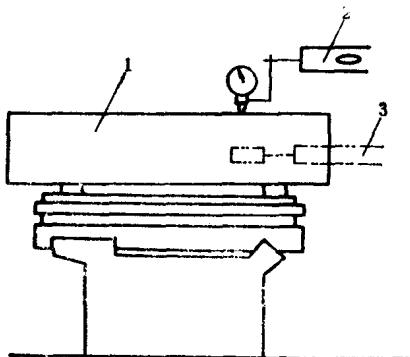

图 1-6
7. 检验主轴移动的直线度误差 在工作台上放一个专用平尺，把千分表固定在主轴上，测头压住尺面，见图1-6。移动主轴，千分表读数在50mm长度内不许超过0.03mm。然后再用同样方法测量平尺侧面，方法和精度要求与前相同，然后再把主轴转 180° ，再测量一次。